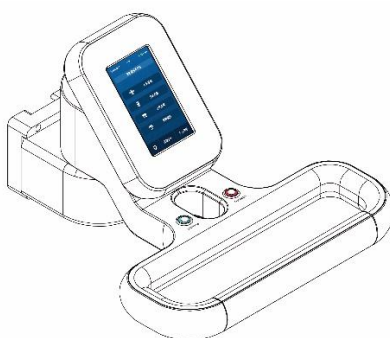

Рисунок 9.2. Включение сенсорного экрана консоли хирурга
- а) Включение сенсорного экрана консоли хирурга. Нажмите кнопку включения, как показано синим кружком на рис. 9.2, и питание консоли хирурга, в том числе сенсорный экран, будет включено и запустится автоматически. Меню запуска выглядит так, как показано на рисунке ниже.